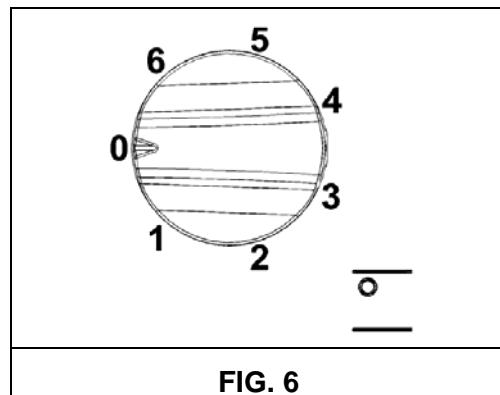

FIG. 6
Les plaques mixtes sont équipées d'un disque électrique normal ou rapide. Celle-ci est commandée par un commutateur de 7 positions (voir fig.6) et pour actionner il faut tourner le bouton jusqu'à la position désirée.
Sur le tableau de bord, à côté bouton, se trouve un schéma en sérigraphie où est indiqué la position du disque électrique (voir fig.6).
- Vérifier que les trous de sortie de gaz des répartiteurs de flamme "T" (fig. 6) ne sont pas bouchés par des corps étrangers.
- S'assurer que le couvercle émaillé du répartiteur de flamme "C" (fig. 6) est correctement positionné sur le répartiteur de flamme, c'est à dire qu'il est dans une position parfaitement stable.